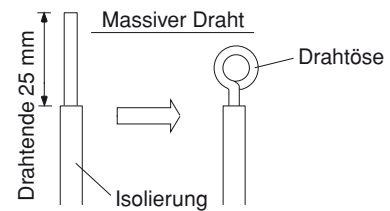

Abb. 29
- (1) Schneiden Sie das Kabel mit einer Drahtzange ab und entfernen Sie dann die Isolierung, so daß ungefähr 25 mm des Drahtes freiliegen. (Abb. 29)
- (2) Entfernen Sie mit einem Schraubenzieher die Anschlußschraube(n) auf der Arretierungslamelle.
- (3) Biegen Sie das blanke Drahtende mit der Zange zu einer Öse, die um die Anschlußschraube paßt.
- (4) Formen Sie die Drahtöse entsprechend und platzieren Sie sie auf dem Anschluß. Bringen Sie dann die Bundschraube an ihren Platz und ziehen Sie sie mit dem Schraubenzieher fest.